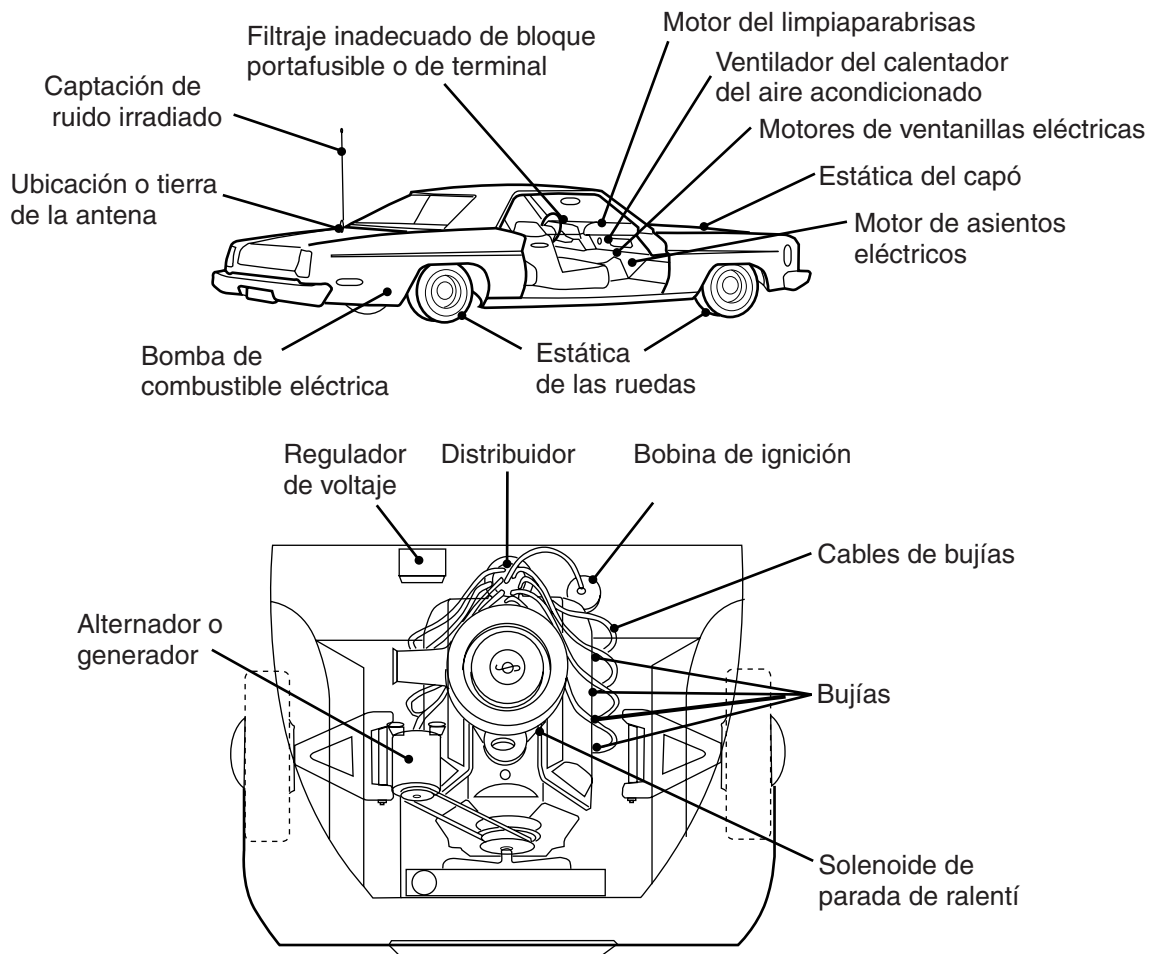

Figura 7-1. Fuentes de ruido
Las tres principales fuentes de ruido en sistemas de radios móviles son: (1) ruido irradiado; (2) ruido conducido; y (3) ruido inducido. (Ver la Figura 7-1 donde se ilustran las fuentes más comunes de ruido en vehículos).